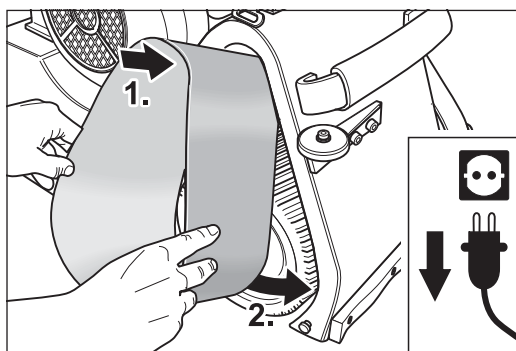
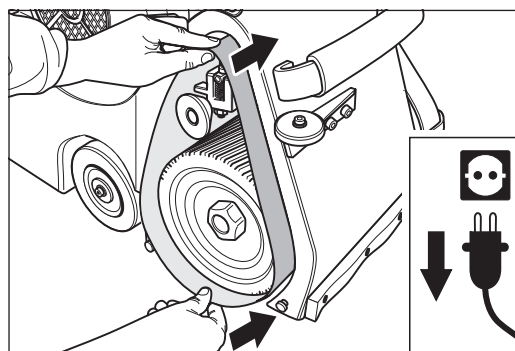

Abb. 8 Ansetzen des Schleifbandes an der Spannwalze des Aggregates.
Abb. 9 Das Schleifband über die Spannwalze und die Schleifwalze schieben.
- 9 Setzen Sie das Schleifband an der Spannwalze des Aggregates an (Abb. 8) und schieben Sie es auf die Schleifwalze (Abb. 9).